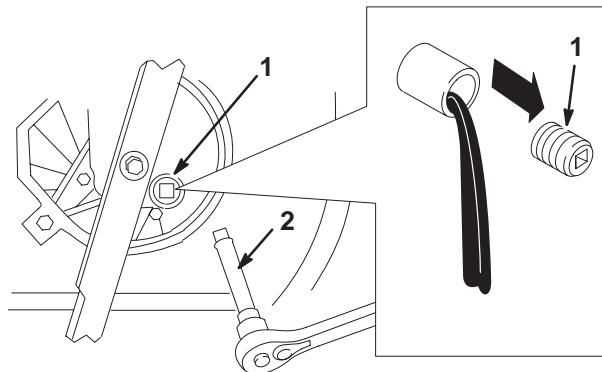

Abbildung 15
- Die Ölableßschraube entfernen, den Rasenmäher wieder auf Betriebsposition zurückstellen und das Öl in die Auffangschale ablaufen lassen (Abb. 15).